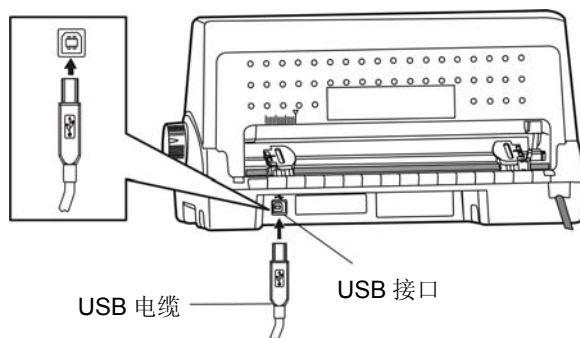
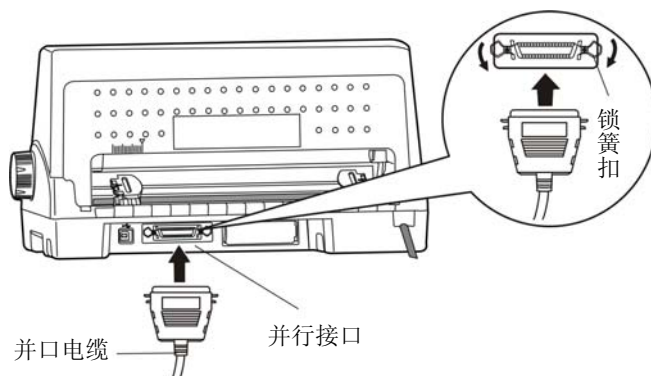
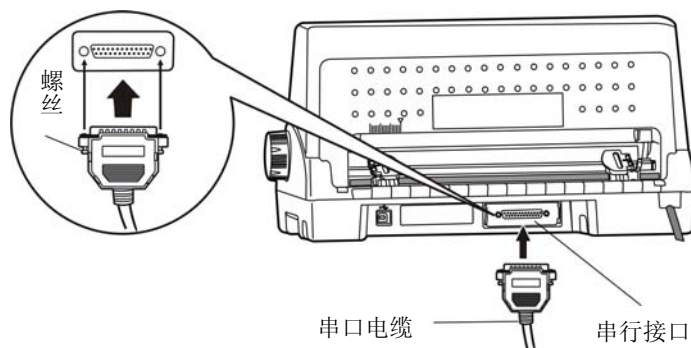
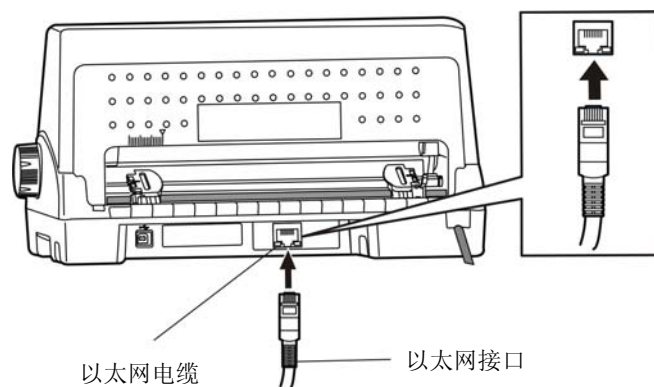

图 2-11 连接 USB 电缆
图 2-12 连接并口电缆
图 2-13 连接串口电缆
图 2-14 连接以太网电缆
本打印机可配置 USB 接口、并行接口、串行接口、以太网接口或蓝牙（产品的具体接口配置，以实物为准）。请根据需要，用相应的接口电缆把打印机与计算机相连〔如图 2-11、图 2-12、图 2-13 和图 2-14 所示〕。
2. 将 USB 电缆的 B 端插头（方型）插进打印机的 USB 接口插座中（如图 2-11 所示）。
1. 关闭计算机与打印机的电源，将并口电缆插头连接到打印机的并行接口，扣上连接器两侧的锁簧扣，固定并口电缆（如图 2-12 所示）。
1. 关闭计算机与打印机的电源，将串口电缆插头连接到打印机的串行接口，拧紧两侧的螺丝，固定串口电缆（如图 2-13 所示）。
将以太网电缆的 RJ-45 水晶插头一端插进打印机的以太网接口插座中，另一端插头连接到局域网的接入端（如图 2-14 所示）。